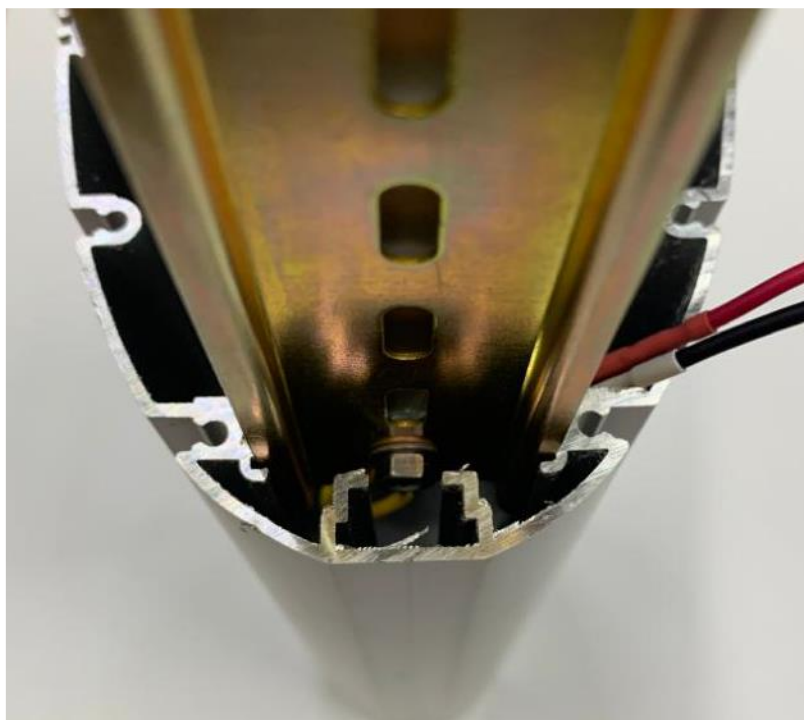

рис.9
- 5.1 Вставьте динрейку в направляющие пазы внутри корпуса светильника как показано на рис.9